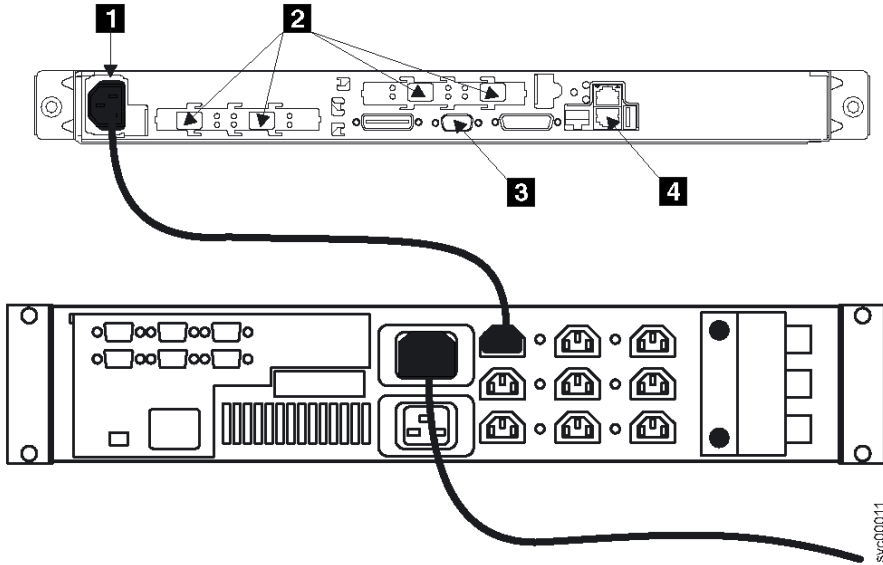

Figura 3. Cable de alimentación y zócalos de señal para el SAN Volume Controller y la fuente de alimentación ininterrumpida 5125
2. Asegúrese de que el cable de alimentación está conectado en la fuente de alimentación ininterrumpida 5125. Asegúrese también de que el otro extremo del cable de alimentación se ha conectado desde la fuente de alimentación ininterrumpida 5125 hasta el punto de distribución del bastidor. En la Figura 3 se muestran los conectores del SAN Volume Controller y la fuente de alimentación ininterrumpida 5125. En la figura, el conector del cable de alimentación se muestra con un 1.